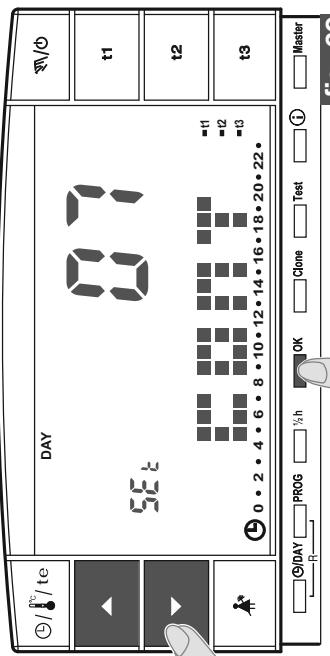
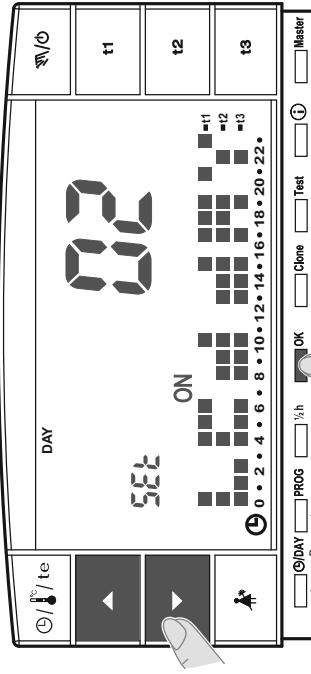
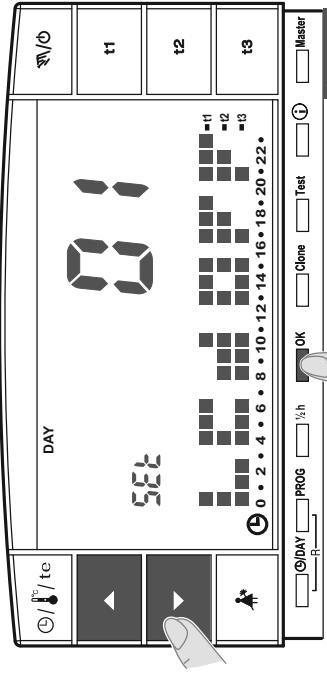

fig. 69
fig. 70
fig. 72
• Modificare il valore di contrasto selezionando i tasti **▲** **▼**; ad ogni impulso corrisponde una variazione di 1 punto (esempio in fig. 69).
④ Se non si preme il tasto **OK** entro 3 minuti, il cronotermostato torna al programma normale senza salvare la variazione del valore di contrasto.
⑤ Un'impostazione di contrasto troppo elevata comporta una diminuzione dell'autonomia delle pile.
⑥ Valore modificabile da 03 a 08.
- Dalla videata di visualizzazione del contrasto del display (esempio in fig. 69) premere i tasti **▲ ▼** per visualizzare il livello “**02**” **Lcd dAY** (esempio in fig. 70).
- Dalla videata di visualizzazione del contrasto del display (esempio in fig. 69) premere i tasti **▲ ▼** per visualizzare il livello “**01**” **Lcd OFF** (esempio in fig. 72).